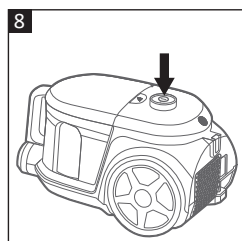

Рис. 8
- Нажмите на переключатель питания (13), чтобы включить пылесос (Рис.8).
1. Нажмите на переключатель питания (13), чтобы выключить пылесос (Рис. 8).